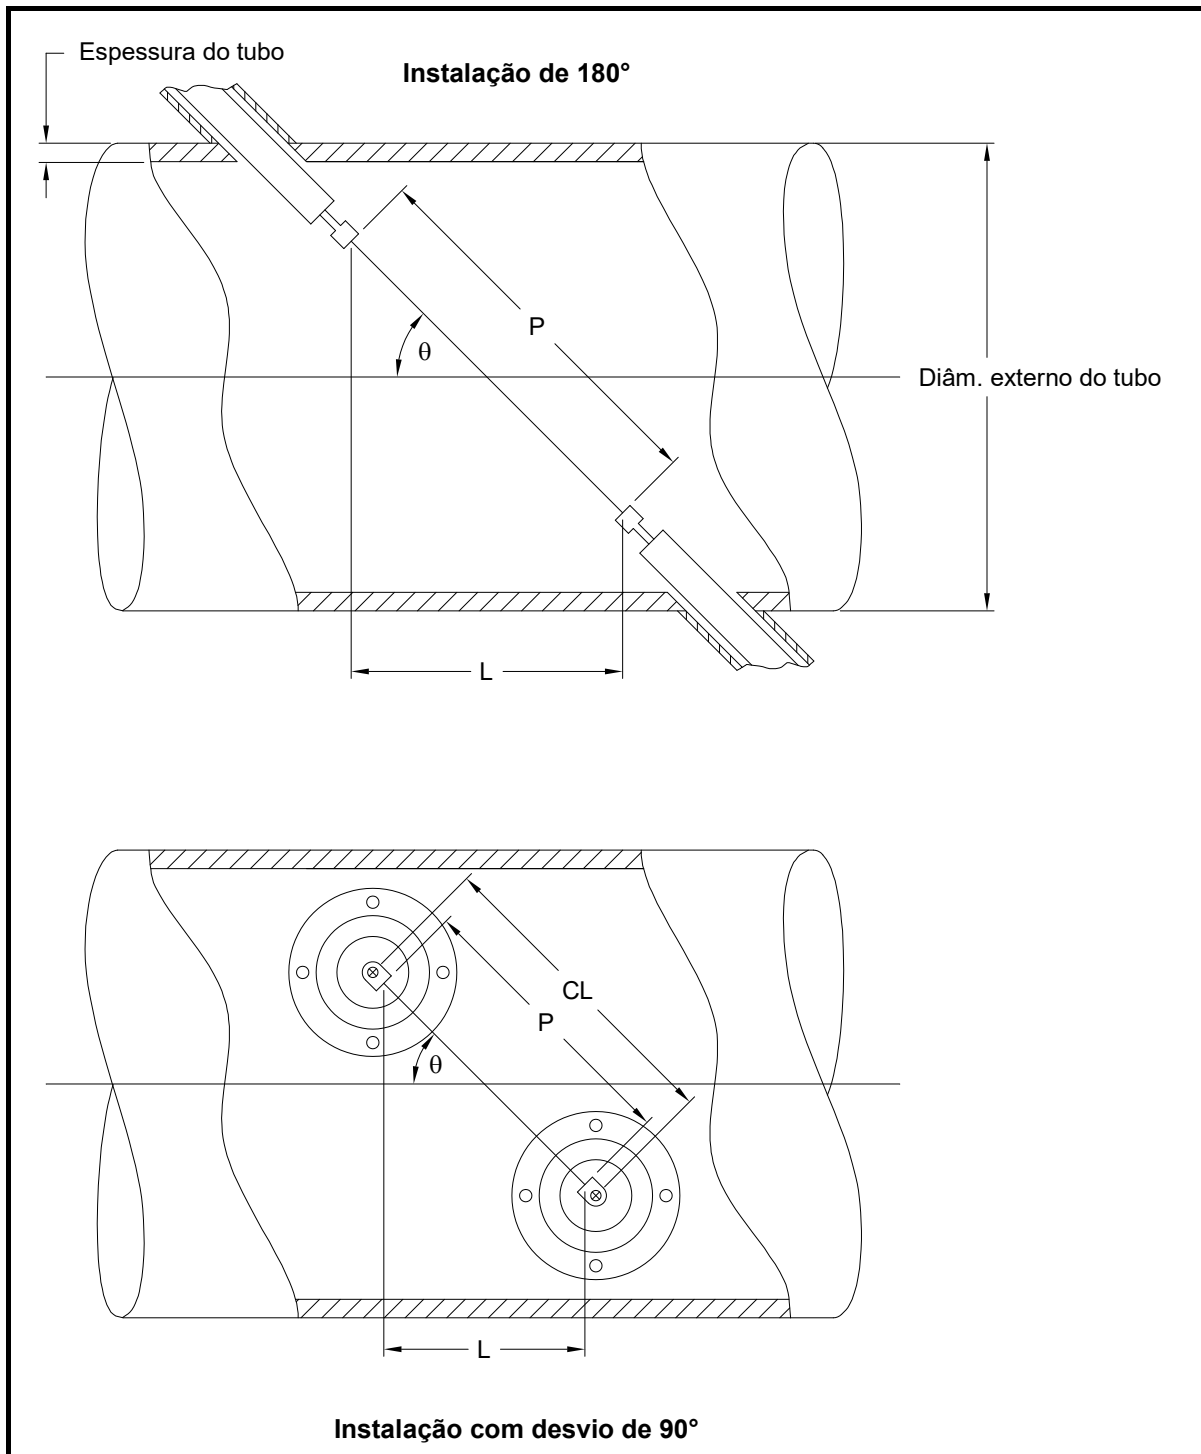

Figura D-1: Visão superior das instalações do transdutor
A exatidão dos valores P e L programados é essencial para a precisão das medições da taxa de vazão. Se a Panametrics fornecer a célula de fluxo para o sistema, os valores corretos estarão incluídos na documentação que acompanha a unidade. Quanto aos transdutores instalados em um tubo existente (veja a Figura D-1 na página 46), P e L deverão ser medidos no local. Este apêndice fornece instruções para determinar corretamente essas dimensões.
Sempre que possível, meça fisicamente a distância face a face (P) e a distância axial (L) entre os centros das faces planas dos transdutores. Consulte na Figura D-1 na página 46 uma ilustração das distâncias corretas para medição, em uma instalação típica.
Com uma instalação de transdutor com desvio de 90°, algumas vezes, os únicos parâmetros conhecidos são o ângulo do transdutor (θ) e a distância da linha central entre os corpos do transdutor (CL). Nesse caso, ainda será possível calcular P e L combinando a Equação D-1 mencionada com esta Equação D-2 adicional (consulte a Figura D-1 na página 46):